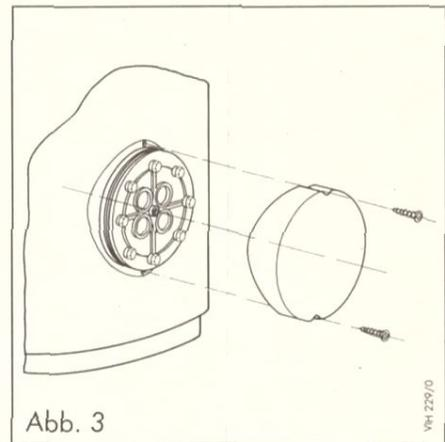

Abb. 3
(Siehe Abb. 3, Seite 5)
- Kesselvorlauf und -rücklauf am Speicher installieren. Anschlüsse siehe Abb. 1 Heizkreisschema Abb. 3, Seite 5.
- Kaltwasserleitung mit den erforderlichen Sicherheitseinrichtungen installieren. Trinkwasserschema Abb. 3, Seite 5.